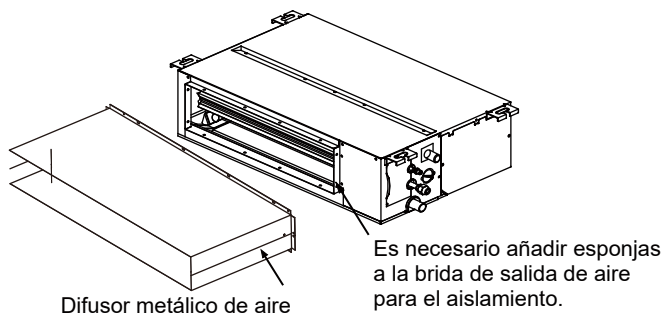

Figura 2.5
3. Cuando el panel de salida de aire esté conectado a la brida de salida de aire del cuerpo de la unidad a través del difusor metálico de aire, asegúrese de que la superficie de contacto de la chapa metálica esté debidamente sellada y aislada con una esponja, como se muestra en la Figura 2.5.